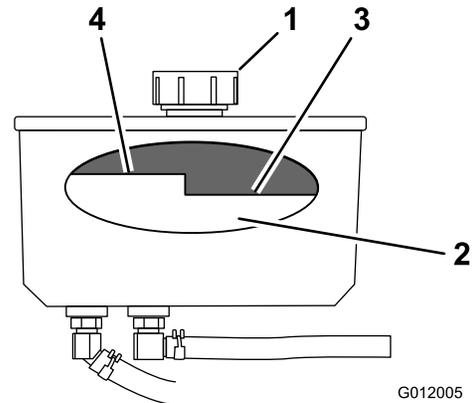

図 73
4. 油圧オイルタンクの注油口周辺をきれいに拭く（図 73）。
5. 給油口からキャップを取る（図 73）。
**注** オイルが暖かいとき、高温時FULLレベルの下まであれば適正である（図 73）。